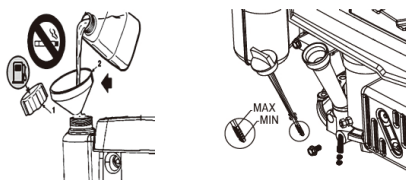

рис.7
- снимите крышку заливной горловины, очистите наконечник щупа, вставьте и затяните; - выньте щуп и проверьте уровень масла, который должен находиться между отметками «MIN» и «MAX»; если требуется масло, добавьте масло того же типа до отметки «MAX», соблюдая осторожность, чтобы не пролить масло за пределы; - закройте крышку заливной горловины и вытрите пролитое масло (рис.7).